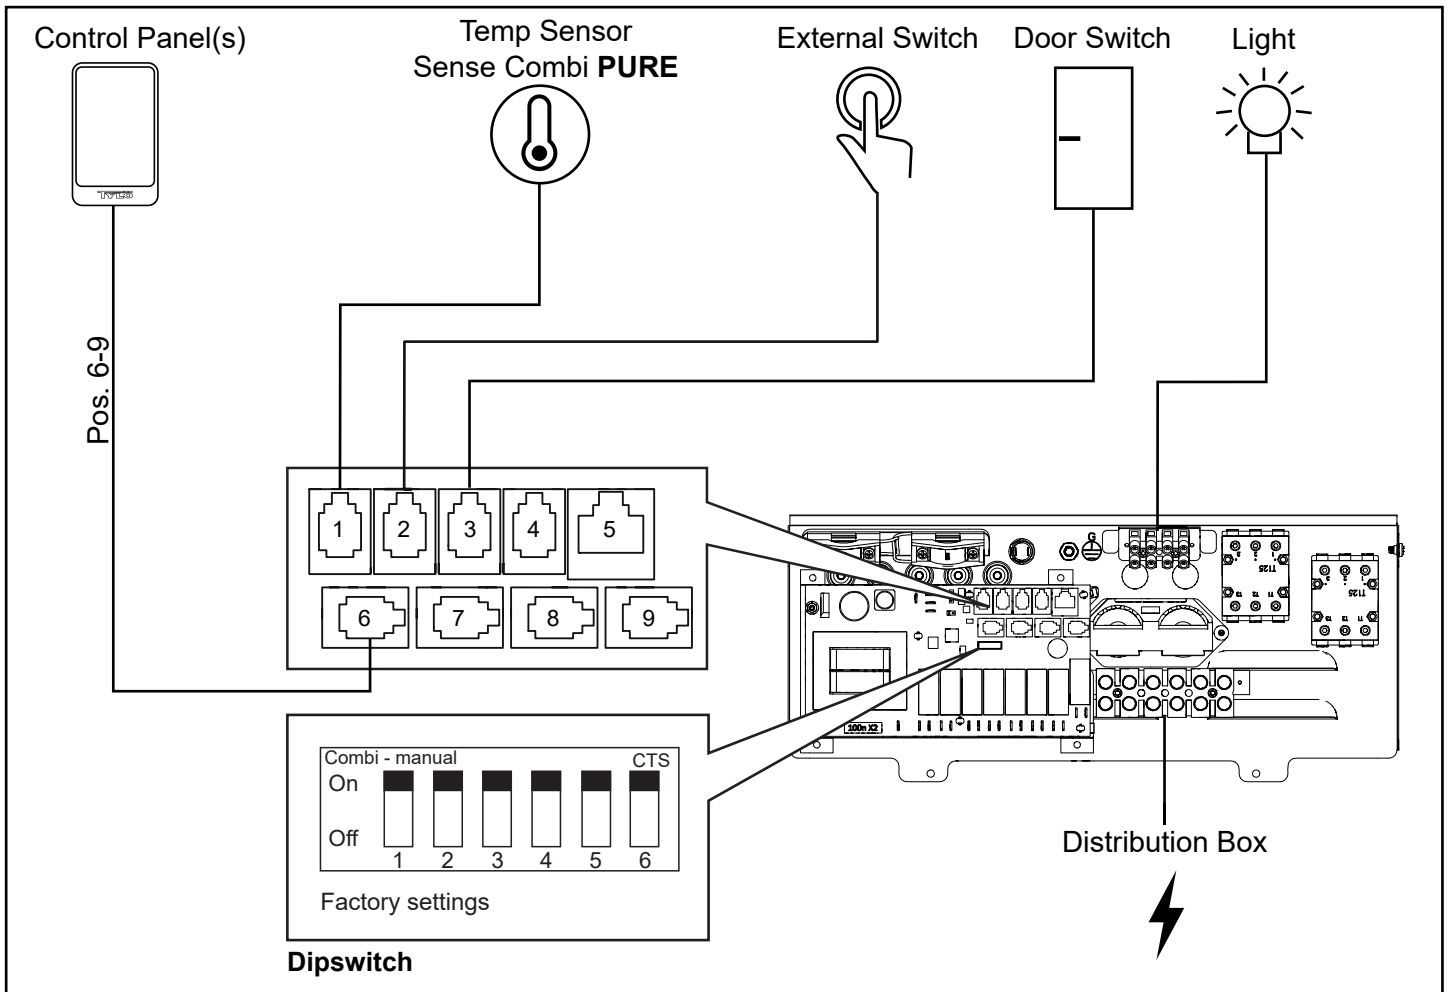

Figure 20. Schéma d'installation Sense Combi Pure
- Combi Pure** : Raccordez le câble du capteur au contact NTC sur le circuit imprimé (position 1) (voir figure 20).